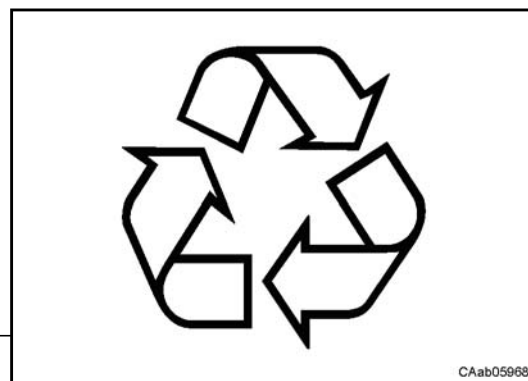

Fig. 22
- I prodotti utilizzati e accompagnati dal simbolo in Fig. 22 devono essere riciclati;
- Substances used accompanied by symbol in Fig. 22 must be recycled;